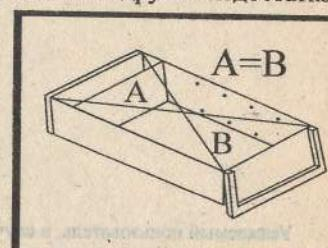

рис. 3
**Замечание:** перед тем как прибить заднюю стенку (ДВП), необходимо выставить равенство расстояний А и В, см. рис. 3.